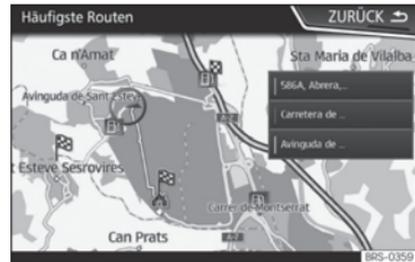

Abb. 204 Vorausschauende Navigation
- Auf dem Hauptbildschirm des Navigationsmenüs im Pop-up-Fenster die Taste **Häufige Routen** antippen. Zur Anzeige der häufig gefahrenen Routen die Taste **In Karte anzeigen** antippen »» **Abb. 204**.